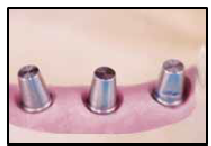

図 4
- (1) 作業模型にリジッドラボアナログ（※）を配置する（図 4）。